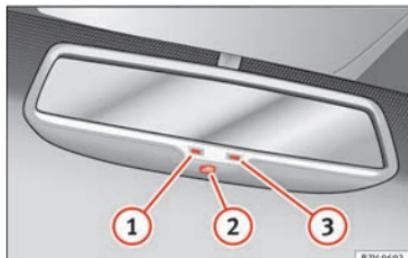

Fig. 147 Retrovisor interior com antiencandeamento automático.
Legenda de **Fig. 147**:
visor interior » **Fig. 147** ②. Quando está ativada, acende-se a luz de controlo ①.